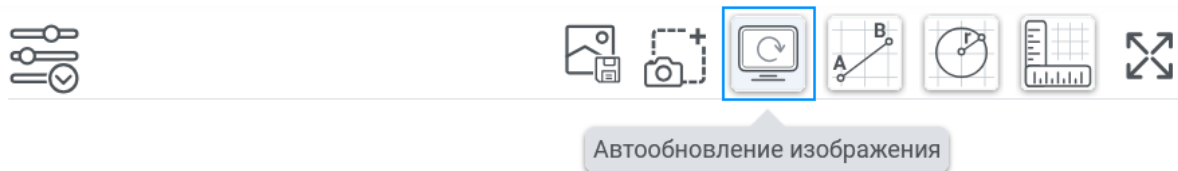

Рисунок 11 – Кнопка автообновления изображения
2.2.4.18 Для захвата изображения камерой микроскопа необходимо нажать на кнопку "Автообновление изображения" на панели быстрого доступа (см. Рисунок 11).
Отключено автообновление камеры	Включите "Автообновление камеры" (см. Рисунок 11)